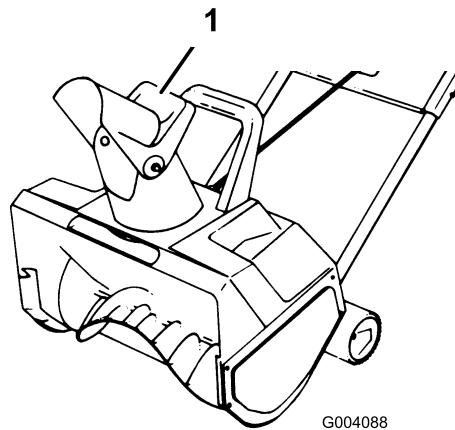

Figura 10
- Per regolare l'altezza del getto di neve, alzate o abbassate la maniglia del deflettore del camino di scarico (Figura 10).